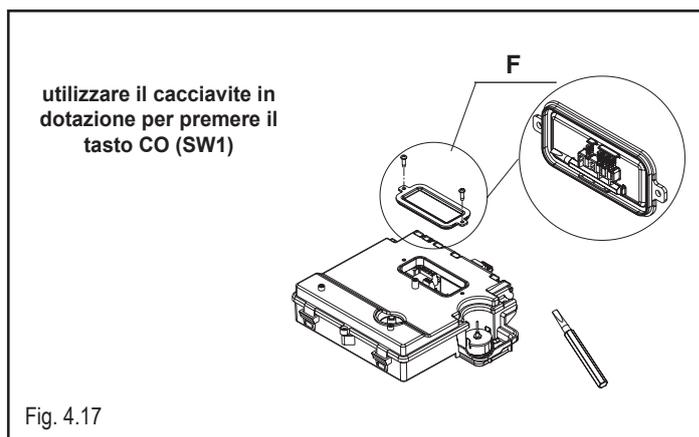

Fig. 4.17
- rimuovere il coperchietto ispezione parti elettriche svitando le 2 viti di fissaggio (F - Fig. 4.17)
- inserire le sonde dell'analizzatore nelle posizioni previste sulla cassa aria, dopo aver rimosso la vite e il coperchietto (fig. 4.17)
- rimuovere il coperchietto ispezione parti elettriche svitando le 2 viti di fissaggio (Fig. 4.17)